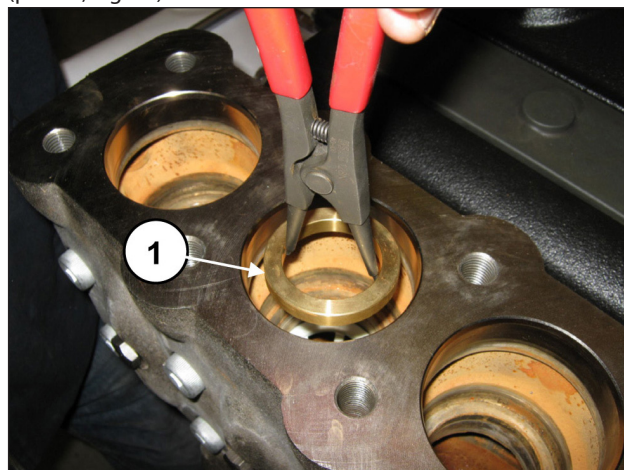

Fig. 99
Extraer la anilla distanciadores del alojamiento de la válvula (pos. ①, Fig. 99).